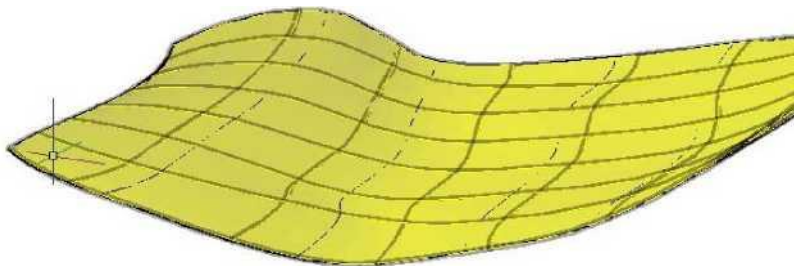

Рис. 72 – Топографическая поверхность, созданная при помощи команды **LOFT (По сечениям)**
6. Пользуясь командой **LOFT (По сечениям)** из раздела **Поверхности**, построить поверхность по сплайнам (рисунок 72).